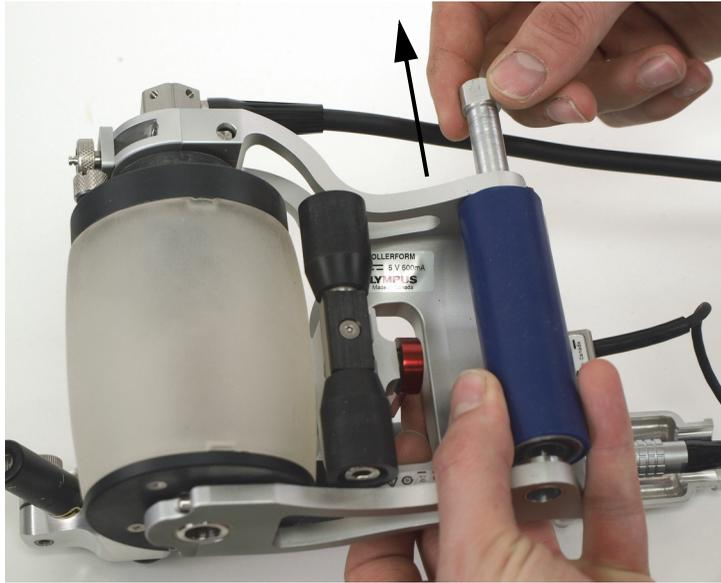

图 6-35 滑出后部滚轮轴
3. 从RollerFORM扫查器的框架中滑出后部滚轮轴（参见第107页的图 6-35）。